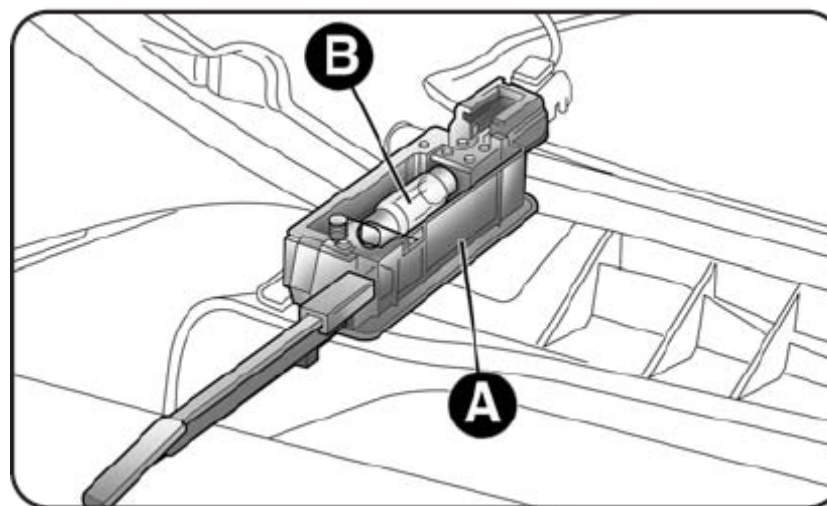

Рис. 35
- Открыть вещевой ящик, извлечь плафон **А** – **рис. 35**;